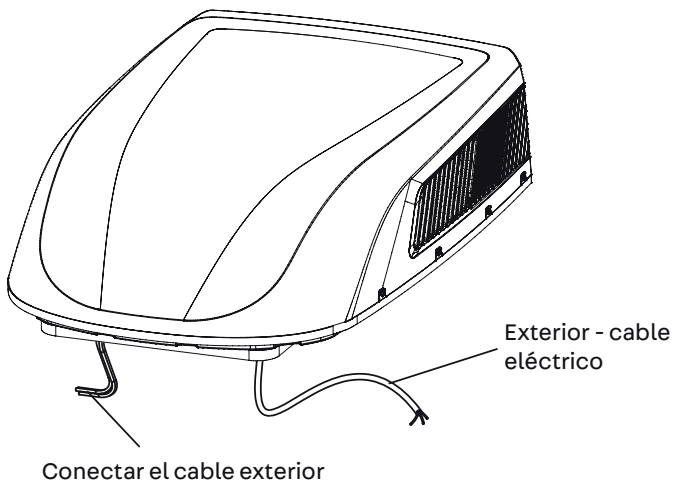

Figura 6
1. Como se muestra en la figura 6, la unidad exterior tiene dos cables de salida, a saber, el cable de alimentación (230V) y el cable de señal de control. El primero debe conectarse directamente al terminal de alimentación, el segundo al cable de señal de control de la unidad interior.